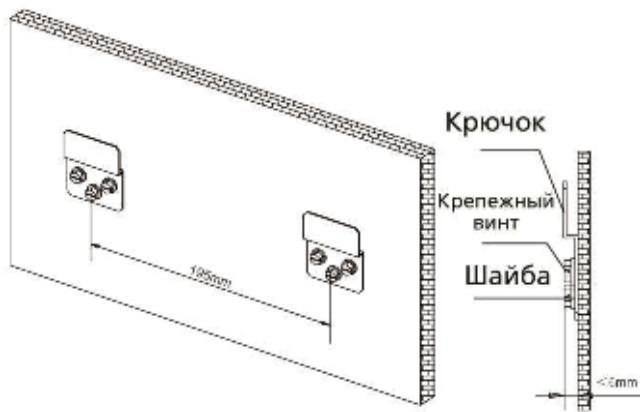

Fig. 5-3
- Закрепите крюк на стене при помощи крепежного винта (см. Рис. 5-3)